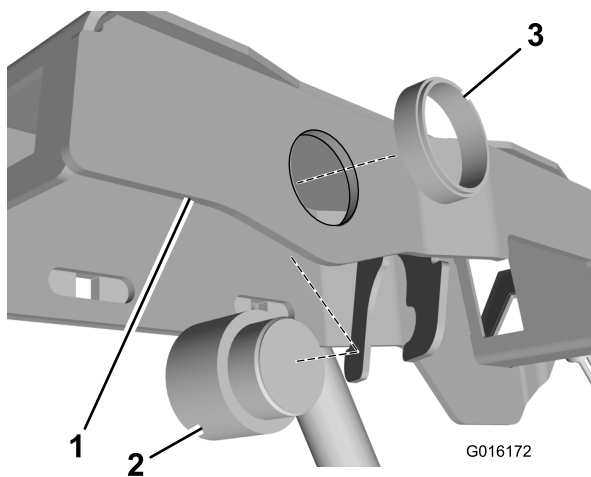

Figura 2
6. Installate l'allarme acustico nel telaio del bracciolo della console (Figura 2).